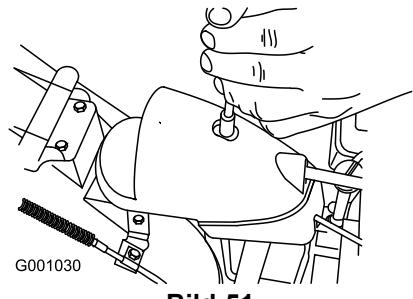

Bild 51
- Nehmen Sie die Befestigung an der Getriebeabdeckung ab (Bild 51), heben Sie die Abdeckung vorne hoch und schieben Sie sie nach hinten.